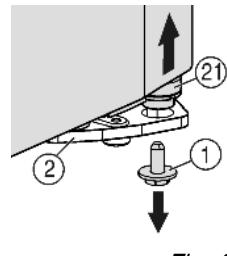
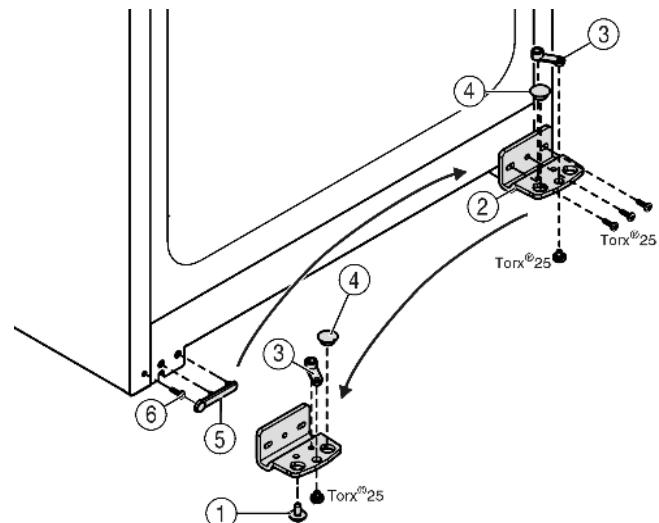

Fig. 4
Fig. 5
- Внизу справа на опорному кронштейні викрутіть фіксуючий гвинт Fig. 4 (1).
- Опорний гвинт Fig. 4 (21) можна буде вийняти з опорного кронштейна Fig. 5 (2).
- Якщо опорний гвинт Fig. 4 (21) не виймається, натисніть на нього знизу.
- Викрутіть опорну деталь Fig. 5 (2).
- Відкрутіть опорну деталь Fig. 5 (3) і вставте в протилежний отвір опорного кронштейну, знову пригвинтіть.
- Вийміть пробку Fig. 5 (4) з опорного кронштейна та переставте її в отвір на протилежному боці опорного кронштейна.
- Зніміть обережно кришку Fig. 5 (5) з боку ручки.
- Викрутіть гвинти Fig. 5 (6) і встановіть їх з протилежного боку.
- Знову вставте кришку Fig. 5 (5).
- Пригвинтіть опорний кронштейн Fig. 5 (2) на новий бік шарніра (з моментом 4 Нм). За потреби використовуйте пристрій для електричного закручування гвинтів.
- ▶ Вкрутіть фіксуючий гвинт Fig. 4 (1) знизу в гвинт і затягніть (з моментом 4 Нм).